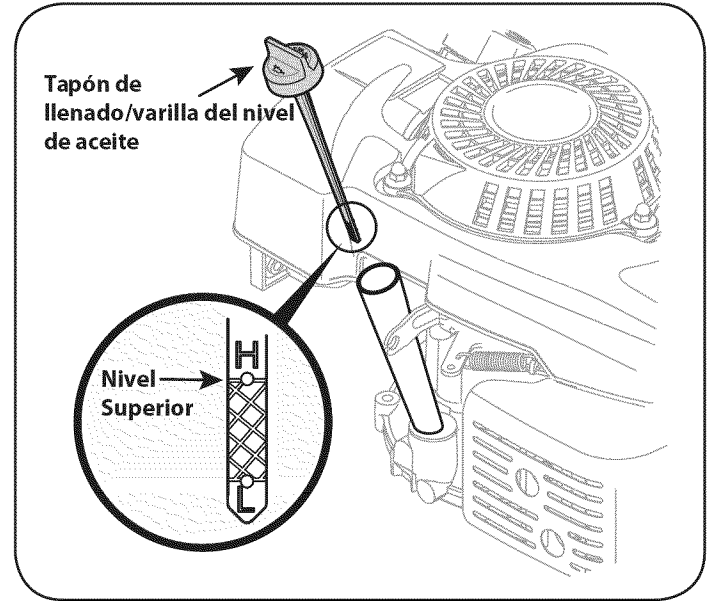

Figura 13
3. Si el nivel está bajo, agregue aceite lentamente hasta el límite superior de la varilla de medición. Vea el recuadro de la Figura 13.